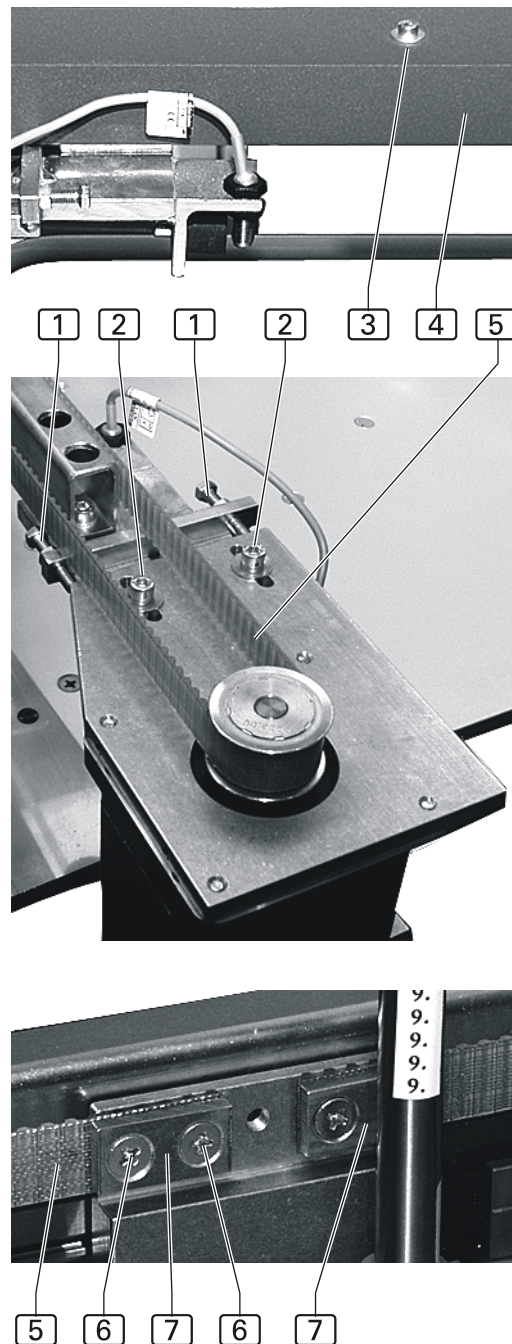

Abb. 11
**Abb. 11:** Die Fotozellen der Konturenführungen sind durch Klemmblocke auf den Stabhalterungen montiert. Die Position der Fotozellen ist deshalb in alle Richtungen veränderbar. Der Lichtstrahl der Fotozellen sollte immer mittig in der jeweiligen Folienscheibe positioniert werden. Fotozelle ausrichten:
3. **Abb. 11:** Die Befestigungsschrauben [3] der Abdeckung [4] herauschrauben und die Abdeckung abnehmen.